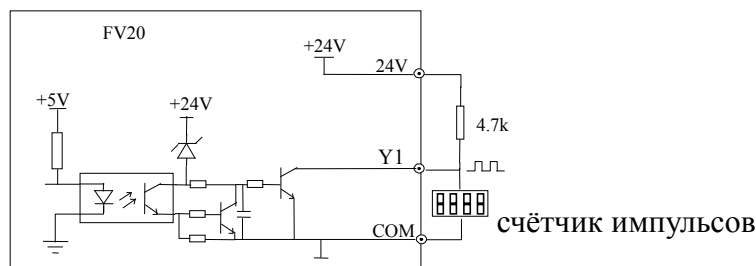

Рис. 4-15. Подключение Y1 в качестве импульсного выхода.
3. Y1 также может использоваться как импульсный выход, в случае, если для питания Y1 используется внутренний источник тока 24В. Подключение показано на рис. 4-15.